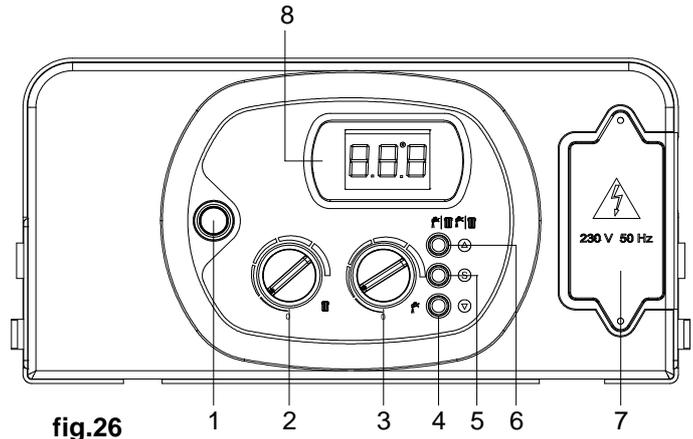

fig.26
- Appuyer sur le bouton poussoir **1** marche/arrêt (marche). (fig.26)
Pour commuter la chaudière sur « ÉTÉ », agir sur la touche **6** (fig.26) et sélectionner ainsi la fonction sanitaire. En mode “ ÉTÉ ”, le symbole  s'allume sur l'afficheur du tableau de commande.
Pour commuter la chaudière sur « HIVER », agir sur la touche **6** (fig.26) et sélectionner ainsi la fonction chauffage. En mode “HIVER”, le symbole  s'allume sur l'afficheur du tableau de commande.
Pour commuter la chaudière en fonctionnement ÉTÉ-HIVER, agir sur la touche 6 (fig.26) et sélectionner la fonction chauffage/eau chaude sanitaire. Le fonctionnement ÉTÉ-HIVER se reconnaît à l'allumage simultané des symboles  sur l'afficheur du tableau de commande.
Le réglage de la température s'effectue au moyen du bouton **2** (fig.26) :
Le réglage de la température s'effectue au moyen du bouton **3** (fig.26) :